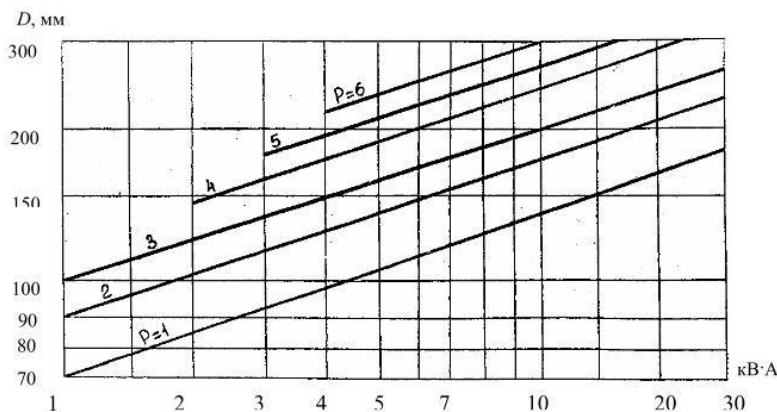

Рисунок 5 - Зависимость мощности асинхронного от внутреннего диаметра магнитопровода статора $S_{дв} = f(D)$ при различных P (числе пар полюсов)
-Находим приблизительную полную мощность асинхронного двигателя $S_{дв}$ по зависимости от внутреннего диаметра магнитопровода статора $S_{дв} = f(D)$ и количества пар полюсов (см. рис. 5).